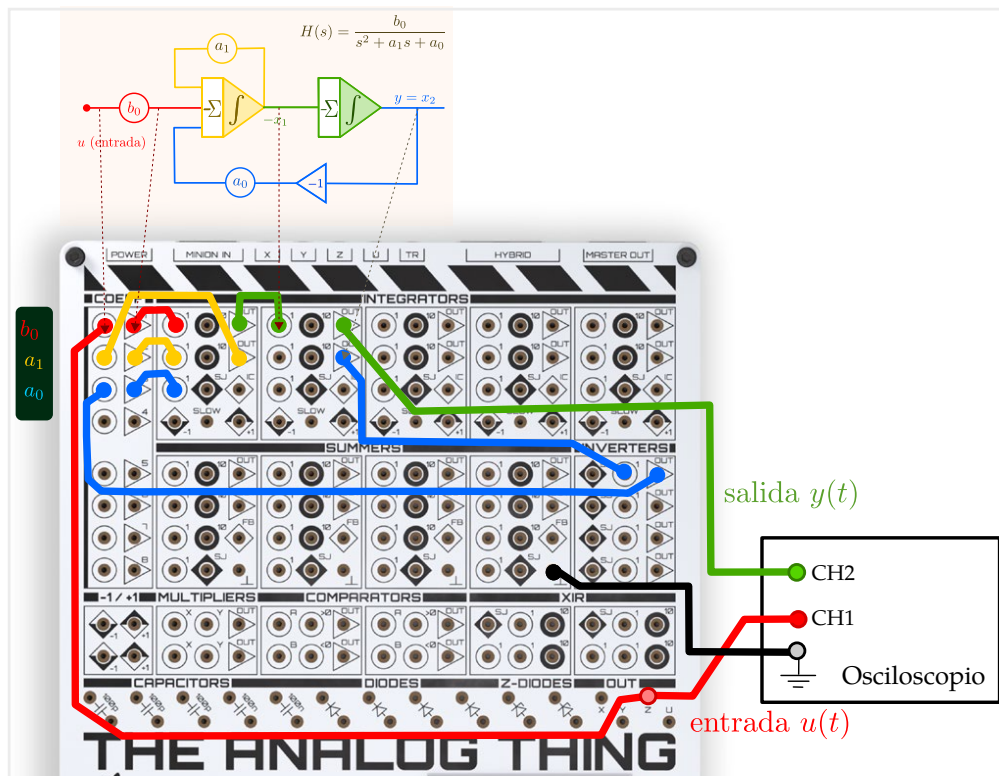

Figura 4: Implementación del filtro en el THAT .
- b) Identifique claramente cada uno de los componentes del diagrama de la figura 4 que implementa la función de transferencia $H(s)$ de la ecuación (1).
- c) Implementar cuidadosamente el diagrama de computador analógico de la figura 4. Note que no es necesario (ni deseable) conectar la tierra del canal 2.